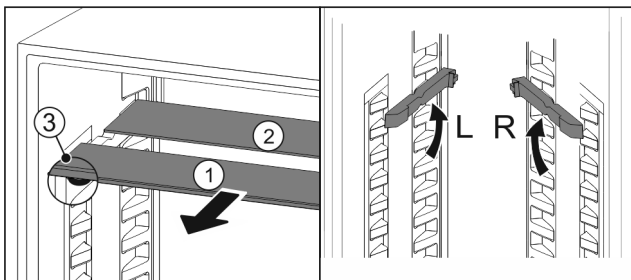

Fig. 102
- ▶ 将玻璃隔板逐个向前拉出 Fig. 102 (1)。
- ▷ 带装饰条的玻璃隔板 Fig. 102 (1)在前。
- ▷ 阻挡装置 Fig. 102 (3)指向下方。